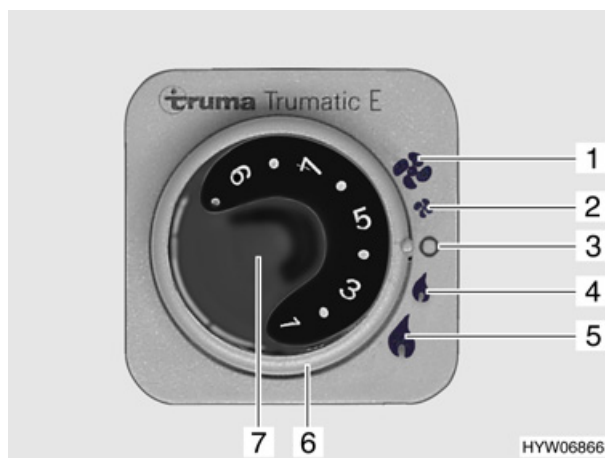

Fig. 44 Centralina di controllo per Trumatic E
- Impostare la manopola della temperatura (Fig. 44,7) sulla potenza desiderata.
- Posizionare l'interruttore girevole (Fig. 44,6) sulla potenza desiderata:
- 🔥 potenza piena (Fig. 44,5)
- 🔥 potenza minima (Fig. 44,4)
- Posizionare l'interruttore girevole (Fig. 44,6) su "O" (Fig. 44,3).
potenza piena (Fig. 44,1)
potenza minima (Fig. 44,2)